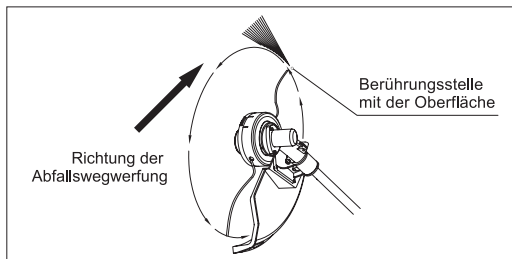

fig. 13
In beiden Fällen neigen Sie die Spule in einem steilen Winkel, um zu verhindern, dass Schmutz und Steine in Sie hineinkommen. Wählen Sie die richtigen Winkel entsprechend Ihrer Größe und Arbeitssituation. Bei den meisten Arten des Mähens neigen Sie die Spule so, dass die Enden des Kords mit der Oberfläche auf der Seite in Berührung kommen, auf der sich die Spule von Ihnen wegbewegt (Abb. 13). Der weggeworfene Abfall fliegt nicht auf Sie zu.
1. Entfernen Sie die Mutter des Kettenraddeckels mit dem Universalschlüssel (zum Entfernen drehen Sie den Schlüssel gegen den Uhrzeigersinn) und nehmen Sie den Kettenraddeckel ab (Abb. 13).